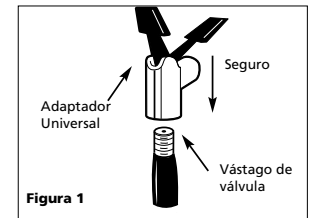

Figura 1
- Fije el adaptador universal del inflador al vástago de la válvula, con la palanca hacia arriba. Asegúrese de presionar el adaptador universal completamente hacia abajo sobre la rosca del vástago de válvula. Cuando el adaptador universal está firmemente colocado en su sitio, presione la palanca de seguro hacia abajo para sujetarlo en el vástago de válvula (ver Figura 1).